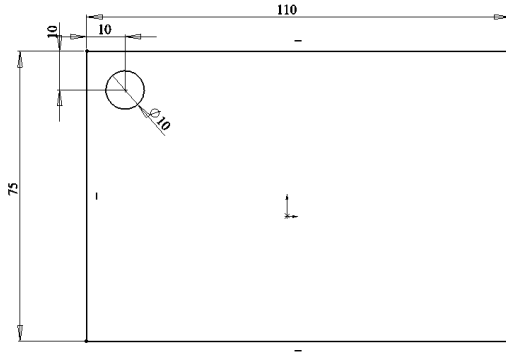

Рисунок 1.5 – Ескіз контуру елемента лінійного масиву
- накреслити ескіз за заданими розмірами (рис. 1.5);